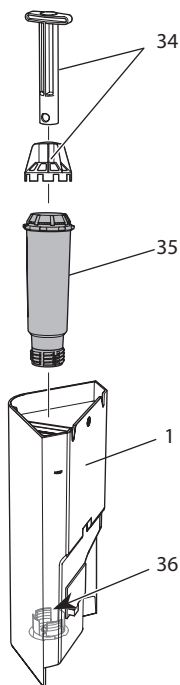

Fig. 19: Montaggio e smontaggio del filtro dell'acqua
7. Installare un filtro nuovo nel serbatoio dell'acqua (vedere *Fig. 19*).
2. Rimuovere il filtro dell'acqua (vedere *Fig. 19*).